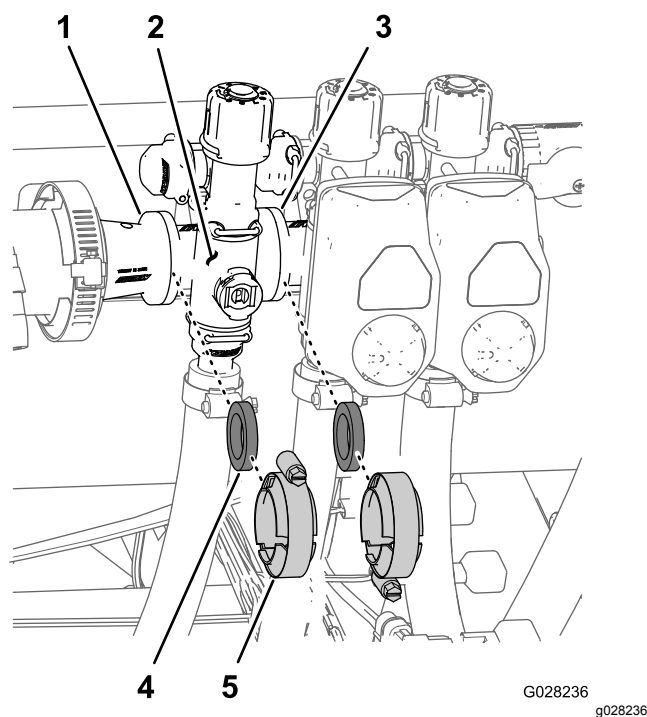

图 102
1. 如图 102 所示拆下将喷洒臂段歧管固定至相邻喷洒臂段阀如左喷洒臂段阀和异径管连接头的夹具和垫片。